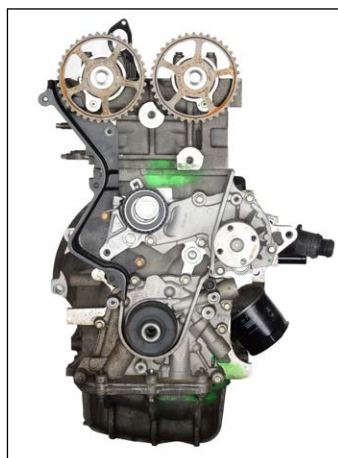

fig. 8
1. Instalați componentele noi ale kitului curelei de distribuție. Verificați ca restul componentelor, cum ar fi arborele cu came și pinionul arborelui cotit, să nu fie deteriorate (fig. 8).